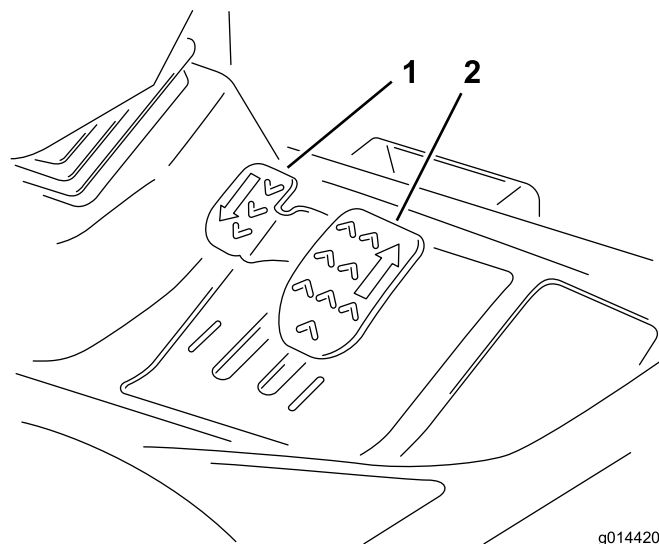

Figura 19
**Deplasare în față:** apăsai pedala de traciune pentru deplasare în față pentru a conduce maina în față i pentru a mări viteza de deplasare. Eliberai pedala pentru a reduce viteza de deplasare (Figura 19).
**Deplasare în mararier:** apăsai pedala de traciune pentru deplasare în mararier pentru a conduce maina în mararier i pentru a mări viteza de deplasare. Eliberai pedala pentru a reduce viteza de deplasare (Figura 19).